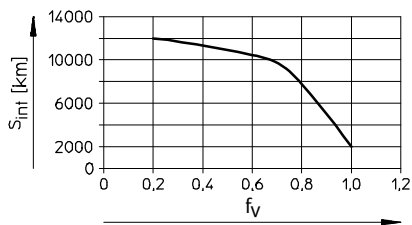

Fig. 12
- Сократите интервал смазки S_{int} наполовину (→ Fig. 12), если существует одно из указанных условий:
1. Рассчитайте сравнительный коэффициент нагрузки f_v по формуле для комбинированных нагрузок (→ 12 Технические характеристики) и определите интервал смазки S_{int} (→ Fig. 12).